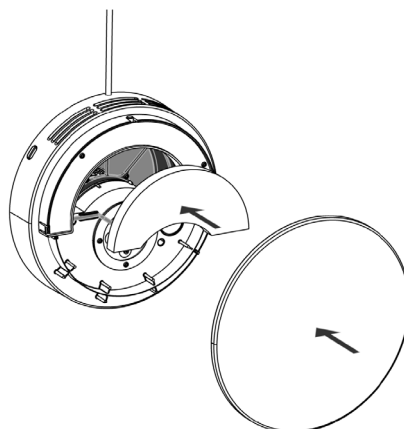

Abbildung 36 - Einen neuen inneren Filter in das Lüftungsgerät einsetzen
9. Die innere Abdeckung abnehmen und einen neuen inneren Filter einsetzen. Dabei muss die glatte Seite des Filters zum Lüftungsgerät zeigen, siehe nachstehende Abbildung 36 oben.